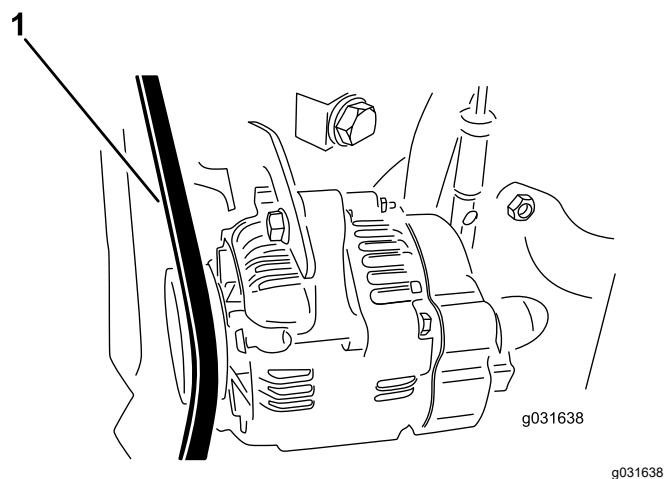

Figura 62
2. Applicate 30 N di forza sulla cinghia dell'alternatore in una posizione a metà tra le pulegge (Figura 62).